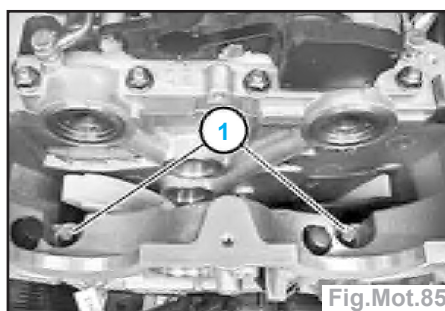

Fig.Mot.85
- Détacher les vis (1) entre le bloc moteur et la culasse (Fig.Mot.85).
- Mettre en place les vis (1) et serrer le raccord entre le bloc moteur et la culasse (Fig.Mot.85).